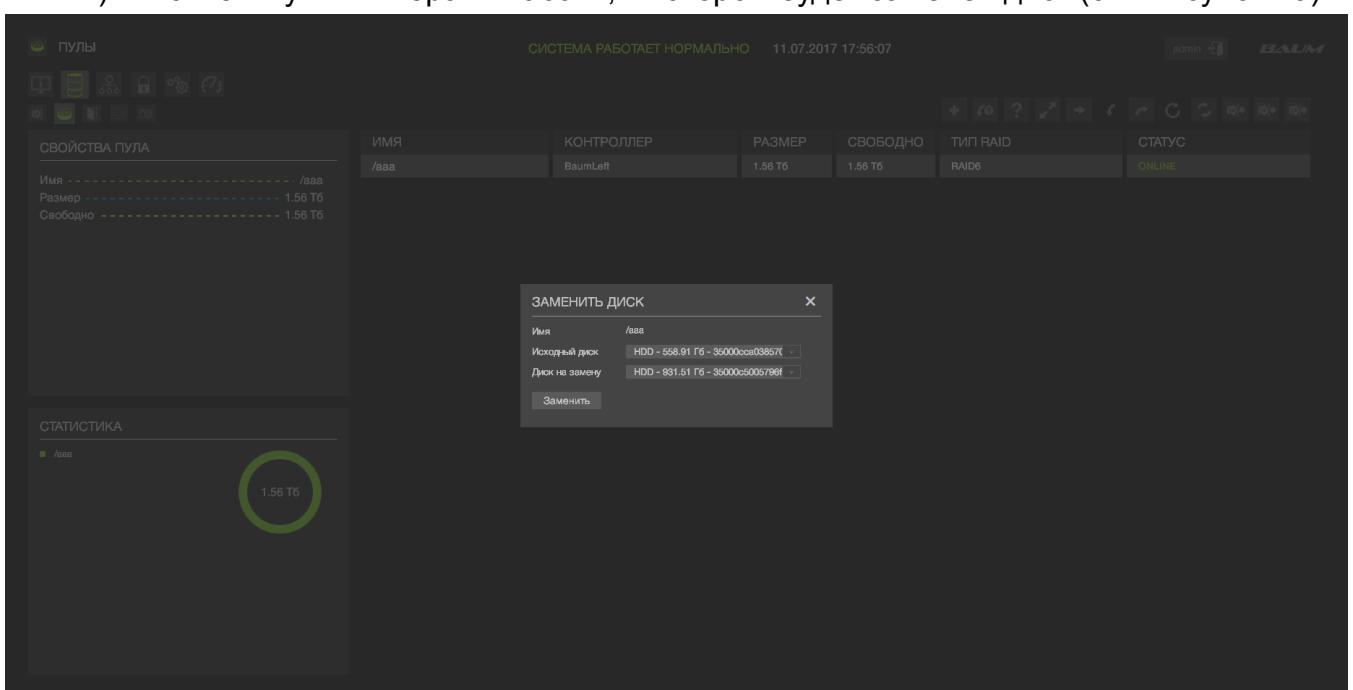

Рисунок 29 – Замена диска
- 2) В окне «Пулы» выбрать массив, в котором будет заменен диск (см. Рисунок 29).